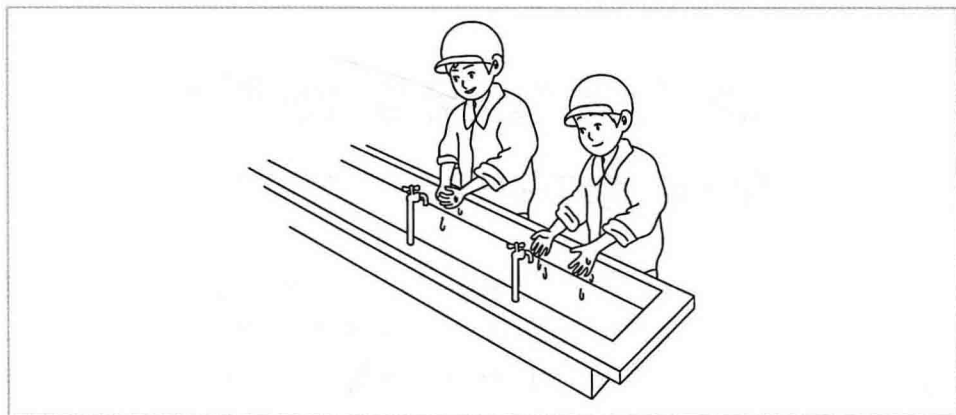

图 1-9 注意卫生
6. 注意卫生，饭前洗手（图 1-9），不吃不干净的食品，不喝生水，保证身体健康。